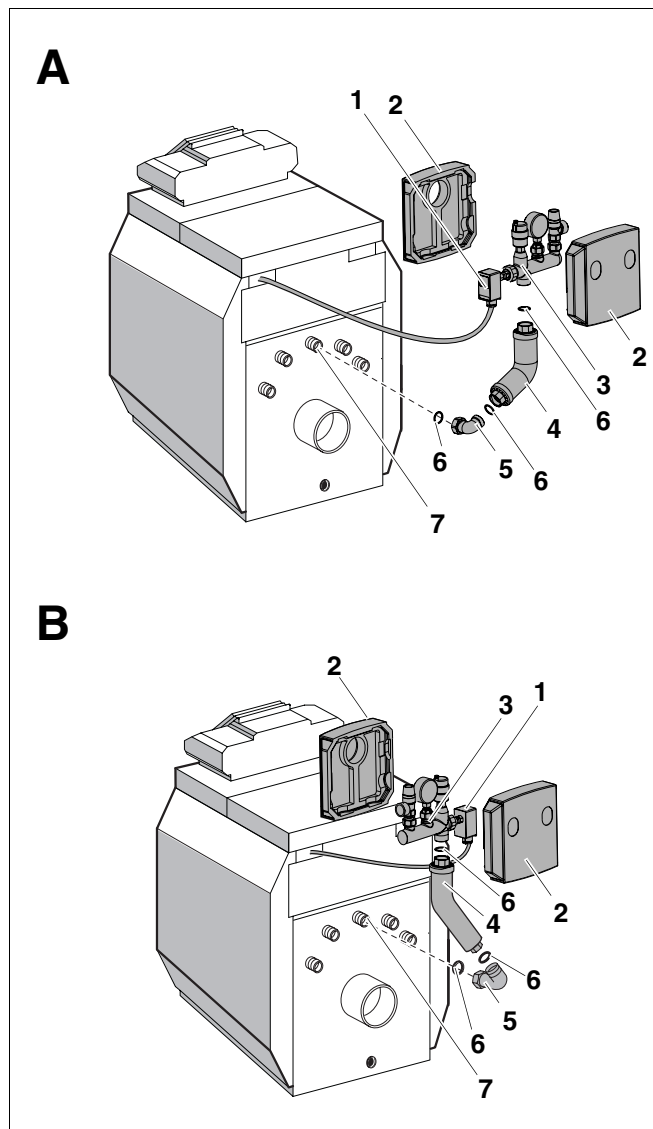

Abb. 1 Kessel-Sicherheits-Set (KSS) am Heizkessel Logano S115 an der linken Seite (A) und rechten Seite (B) montieren
Das Kessel-Sicherheits-Set (KSS) kann nach oben an der linken Seite (Abb. 1, **A**) oder nach oben an der rechten Seite (Abb. 1, **B**) am Heizkessel Logano S115 montiert werden.
- Dichtung in die Verschraubung des Winkels (**Pos. 5**) einlegen. Winkel (**Pos. 5**) mit der Verschraubung am Sicherheitsvorlauf des Heizkessels (**Pos. 7**) anschrauben (Abb. 1).
- Rohrstück (**Pos. 4**) mit Dichtung auf den Winkel (**Pos. 5**) schrauben (Abb. 1).
- Dichtung in die Verschraubung des Rohrstückes einlegen und Rohrstück (**Pos. 4**) mit dem Armaturenbalken (**Pos. 3**) verschrauben (Abb. 1).
- Wärmedämmschalen (**Pos. 2**) entsprechend der Anschlüsse des Armaturenbalkens (**Pos. 3**) freischneiden, Wärmedämmschalen (**Pos. 2**) oben ineinander einhängen und dann unten zusammendrücken (Abb. 1).